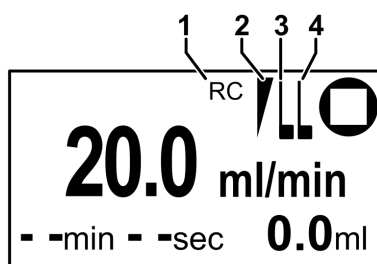

Fig. 59: Affichage principal RC
L'activation du contrôle externe est affichée avec le symbole « RC » (1) sur l'affichage principal de l'afficheur (voir Fig. 59).